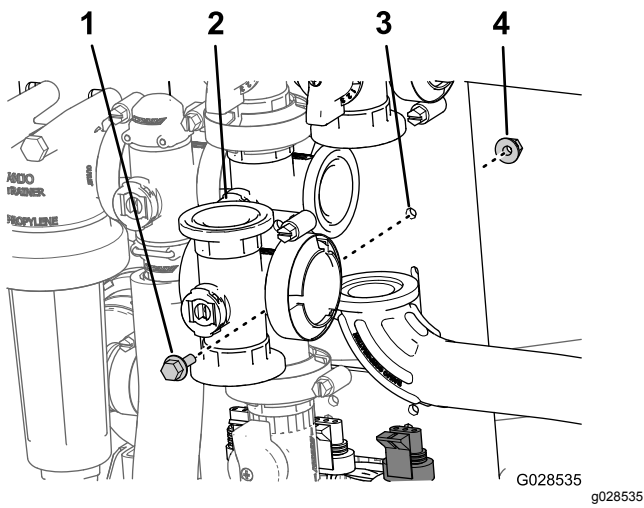

Figura 93
2. Retire el perno con arandela prensada y la contratuerca con arandela prensada que sujetan la válvula maestra de los brazos al soporte de la válvula, y retire el distribuidor de la máquina (Figura 93).